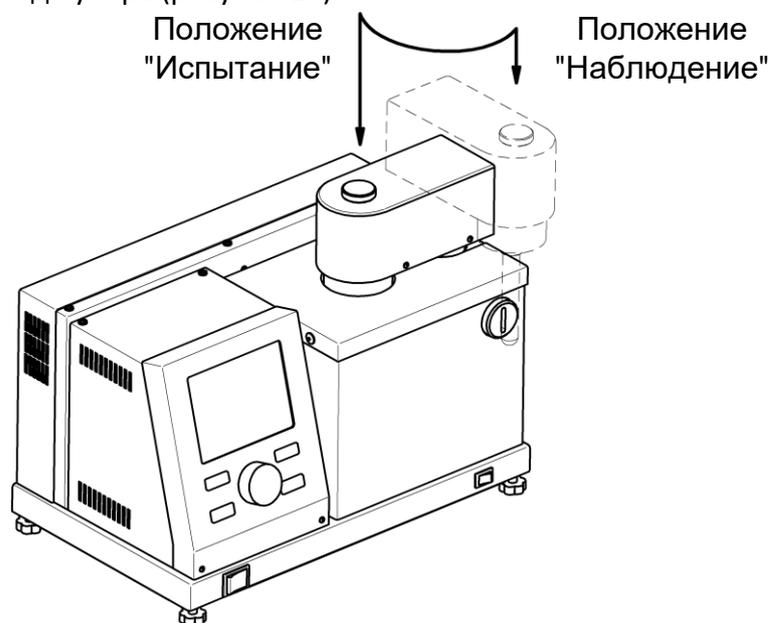

Рисунок 10 – Установка пробирки
4.5.1.1 Установить технологический блок в положение «наблюдение», затем подготовленную для испытания пробу залить в чистую пробирку до риски и вкрутить пробирку в технологический блок до упора (рисунок 10).
4.5.1.3 Залить в ячейку блока охлаждения примерно 3,5 мл чистого этилового спирта и установить технологический блок в положении «испытание» – при этом пробирка помещается в ячейку блока охлаждения (рисунок 10).